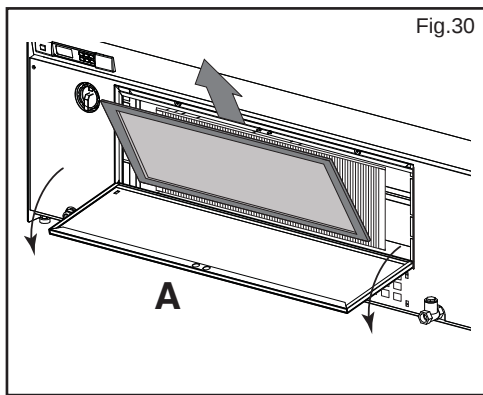

Fig.30
- Ouvrir le portillon du filtre du condensateur (fig.30 pos.A).